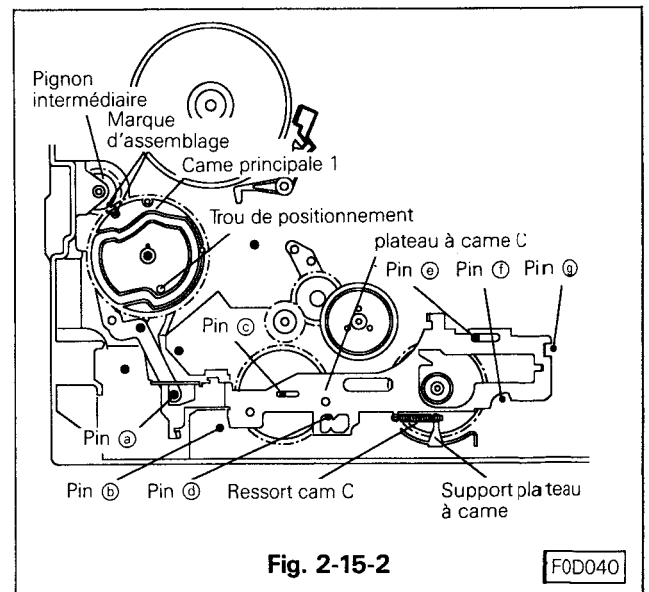

Fig. 2-15-2
- Garder immobile les leviers RS et C. Monter le pignon 1 sur son axe avec son trou de positionnement aligné avec la marque de positionnement du pignon intermédiaire et avec le trou de positionnement de la platine principale. (Voir Fig. 2-15-2)
- Monter le circlip sur le pivot C comme indiqué sur la Fig. 2-15-2 et installer le plateau à came c en le positionnant par rapport aux pivots ① à ④.